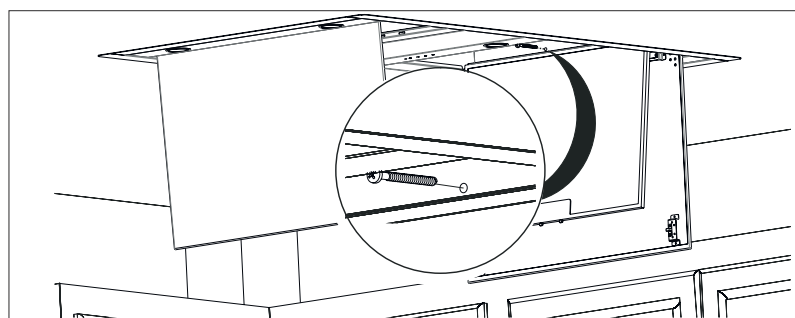

Fig. 10
6. ➔ Emhætten kan også som alternativt skrues ind fra siderne brug 5,5X60 skruer (Fig. 10).